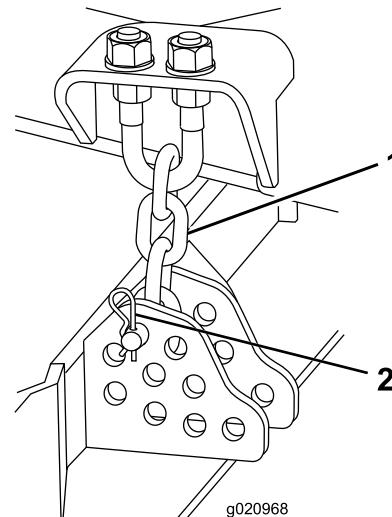

Figura 17
- Retire o contrapino tipo grampo e pino de segurança que fixam as correntes da altura de corte à traseira da unidade de corte (Figura 17).